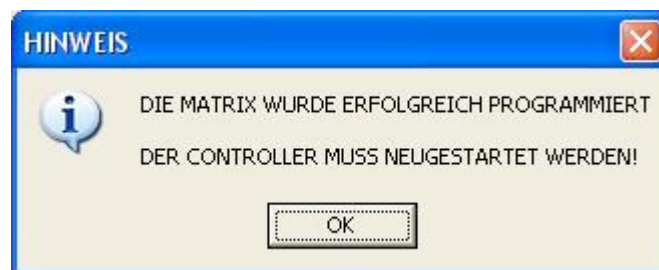

Abb.19
Nach erfolgreicher Programmierung erscheint die Meldung (Abb.19)
- Jetzt sollte sich der Controller wie in Abb.19 als programmiert melden